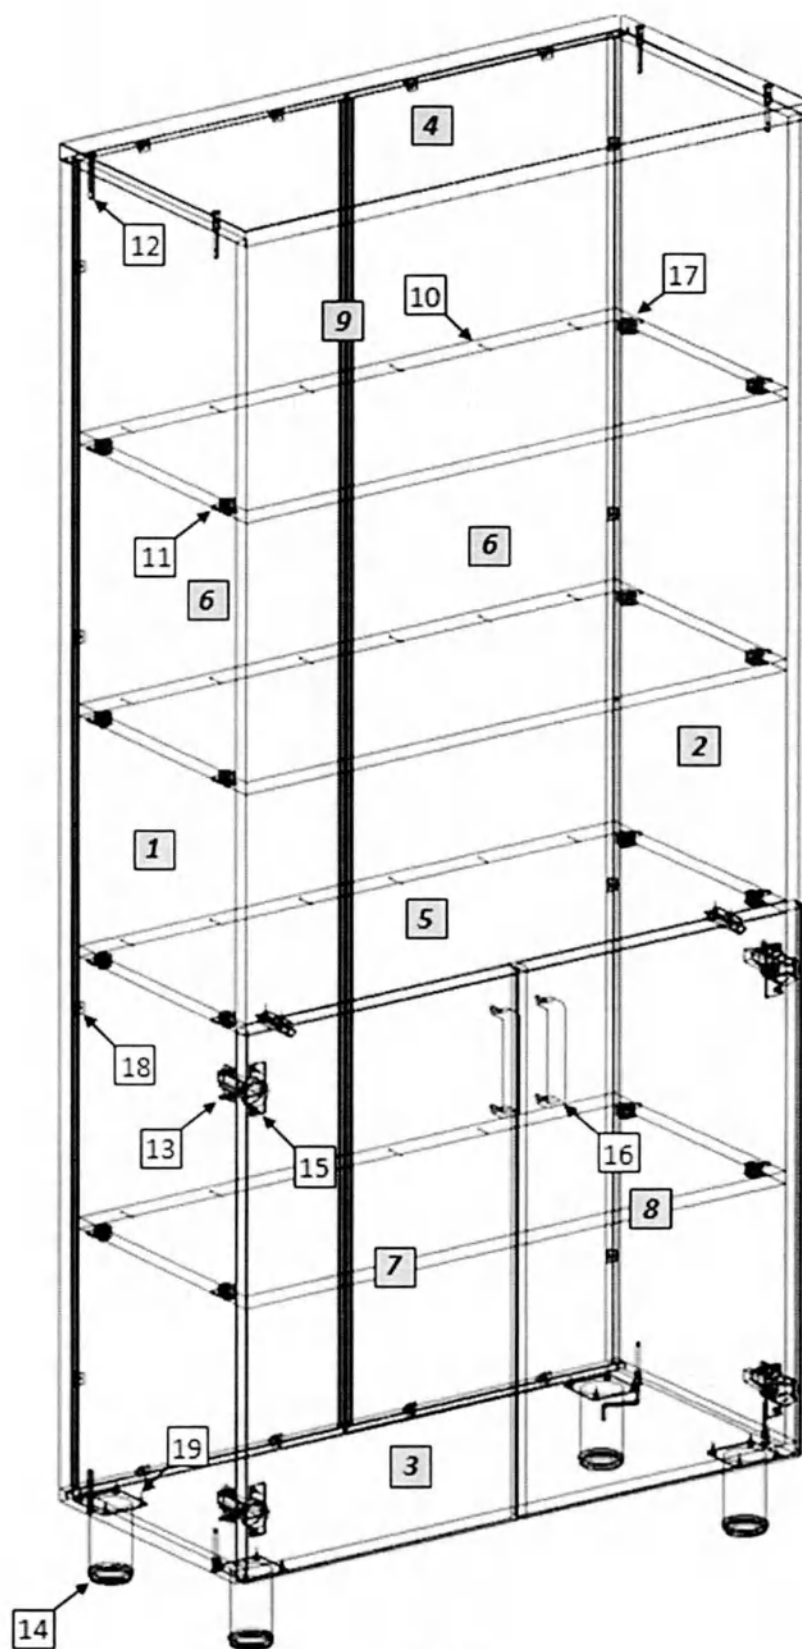

Рис. 1
1. Внимательно ознакомьтесь со схемой сборки, изображённой на рис. 1, сверяясь со спецификацией на изделие. Согласно схеме и спецификации определите расположение деталей в изделии и порядок их сборки. Сборка производится на ровном полу, укрытом материалом, предотвращающим повреждение покрытия пола и деталей мебели. Подготовьте необходимые для сборки инструменты – плоскую и крестовую отвёртки, молоток, рулетку или линейку, шуруповёрт.
2. На боковых и средней стенке шкафа (1,2,3) шурупами 4×16 (24) закрепите направляющие (17); установите цилиндрические части эксцентриковых стяжек (21) в предназначенные для них отверстия. На крышке (5) установите штоки эксцентриковых стяжек (21).
3. Евровинтами (15), как показано на рис. 1, соедините вертикальные стенки (1,2,3) с горизонтальной нижней стенкой (4). В пазы установите заднюю стенку (11). Установите крышку. Затяжка соединения производится путём поворота эксцентриков до упора в направлении стрелки, выштампованной на корпусе стяжки. На видимые головки эксцентриков установите заглушки (16). Зафиксируйте задние стенки в пазах уголками (22). Для крепления задних стенок средней стенке (3) используйте скрепки (20) с шурупами (24). На горизонтальной нижней стенке (4) шурупами 4×16 (24) закрепите опоры (18).
4. Сборка ящиков. Евровинтами (15) соедините боковые стенки ящика (6,7) с задней (8) и передней (9) стенками. Дно ящика (10) установите в пазы и закрепите к задней и передней стенке гвоздями (14), к боковым стенкам – уголками (22). Шурупами 4×16 (24) закрепите узкие части направляющих (17). Шурупами 3.5×30 (23) закрепите фасад (12,13) к передней стенке ящика (9). Внимание! Фасады ящиков имеют несимметричную присадку отверстий и должны крепиться к передним стенкам таким образом, чтобы 8 ящиков получилось на левую сторону, а 8 – на правую. Установите ручку (19). Установите собранные ящики в корпус шкафа.